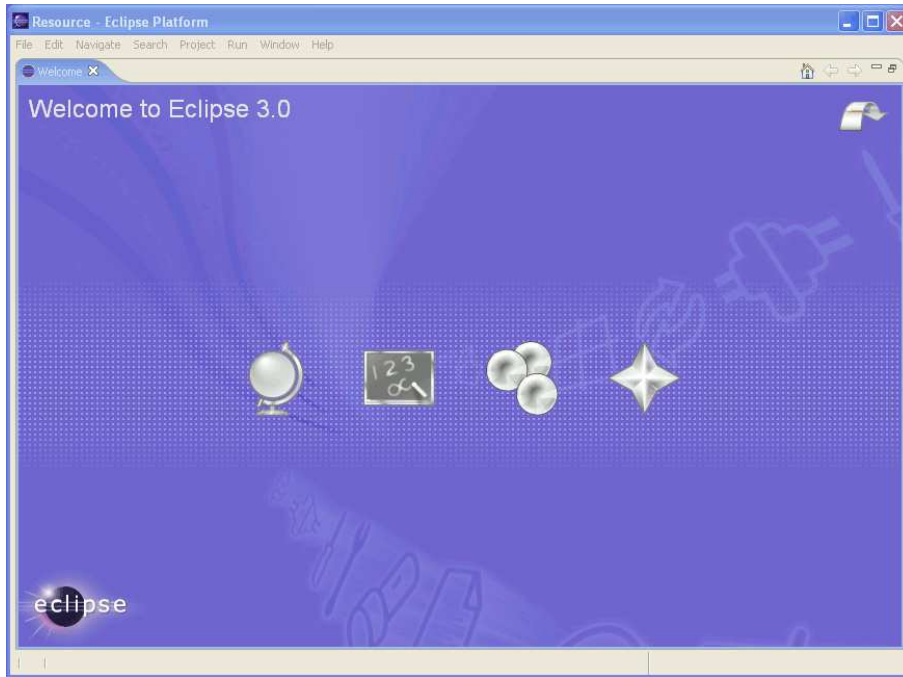

Figura 3.2: La finestra di benvenuto di Eclipse.
3. A questo punto, apparirà la finestra di benvenuto di Eclipse, come in Figura 3.2.